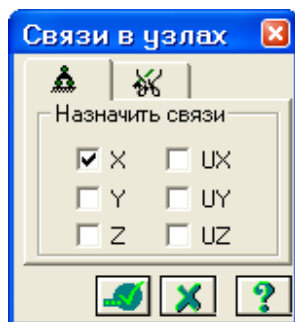

Рис.11.12. Диалоговое окно **Связи в узлах**
- С помощью меню **Схема** ⇒ **Связи** (кнопка  на панели инструментов) вызовите диалоговое окно **Связи в узлах** (рис.11.12).